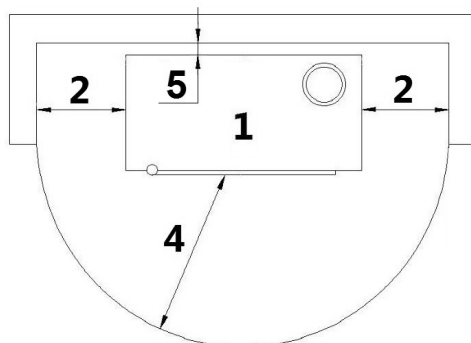

Fig. 52 - Instalación en pared
- Con la ayuda de una pinza, rompa la rejilla cerca de la descarga (véase **Fig. 52**). Debajo de la rejilla hay unos pre-cortes que sirven para poder sacarla mejor.